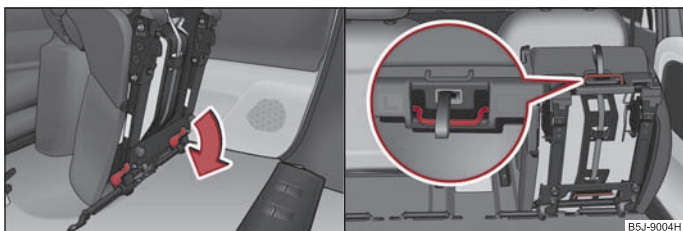

Abb. 53 Entriegelung des vorgeklappten Sitzes / Tragegriff an der Sitzfläche
- Den vorgeklappten Sitz durch Drücken der Sitzverriegelungen, in Pfeilrichtung, entriegeln ⇒ Abb. 53.
- Nehmen Sie den Sitz mit dem Tragegriff an der Sitzfläche heraus ⇒ Abb. 53 rechts.
- Klappen Sie den äußeren Sitz vor ⇒ Seite 63 und entriegeln Sie ihn ⇒ Abb. 53.